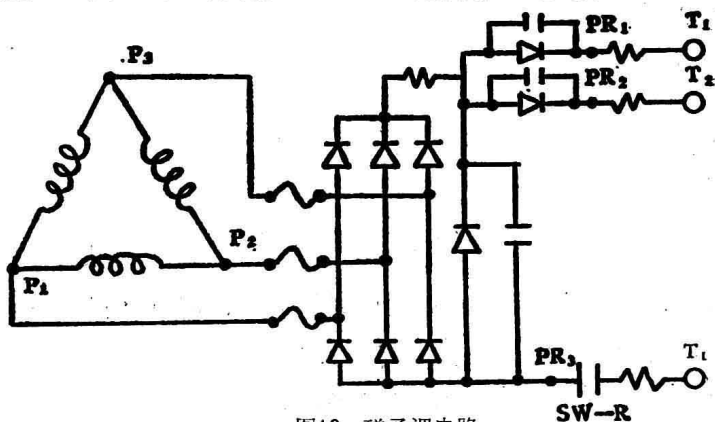

图13 磁予调电路
①选择磁滞回线狭小的软磁材料，如在高频电子电路中采用铁氧体等软性材料。
②采用磁予调办法，也就是本电路所采取的方法。在高压变压器初级电路中预先加上直流反向电压进行反向瞬间去磁，以抵消变压器剩磁，图13就是磁予调电路。
从图13中可以看出，在摄影时，摄影予上闸SW-R常开接点闭合，高压变压器初级 T_1 对 T_2 、 T_3 有一个-20V直流电压进行反向充磁以抵消交流电压所产生的剩磁。在透视时，因为负载小，而且采用单相供电，所以磁予调结构不起作用。 P_1 、 P_2 、 P_3 是绕在自耦变压器上的三组线圈，是三角形接法。